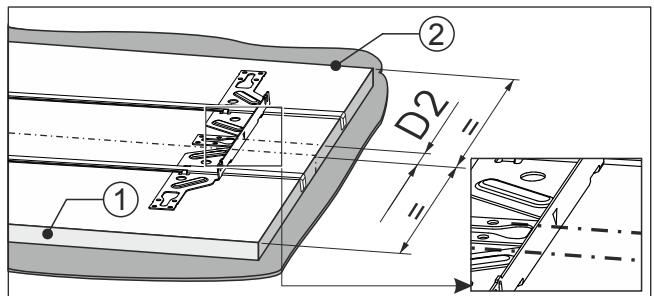

Fig. 92
- Markeringen til monteringstraversen ligger på markeringen Fig. 92 (D2).